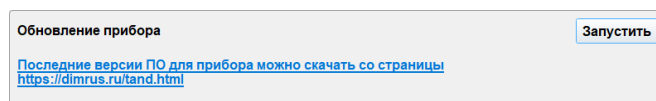

Рисунок 5.5 – Блок «Обновление прибора»
5.4 Обновление ПО, установленного на приборе, может выполняться по нажатию кнопки «Запустить» в блоке «Обновление прибора» окна «Настройки прибора» (рисунок 5.5) двумя способами: